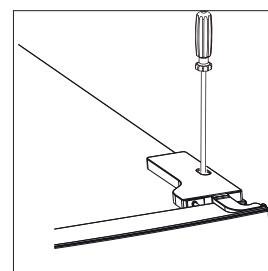
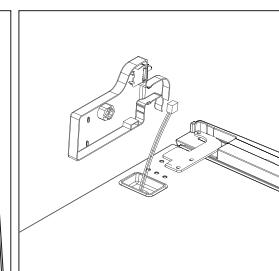
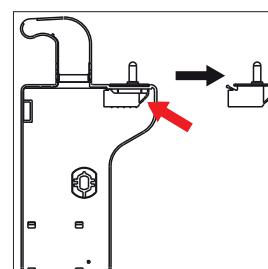

Abb. 1
Abb. 2
Abb. 3
- ▶ Drehen Sie die Halterungsschraube der Scharnierabdeckung (1) mit einem Kreuzschlitzschraubendreher heraus (Abb. 1) und ziehen Sie die Abdeckung wenige Zentimeter ab (Abb. 2).
- ▶ Drücken Sie dann die Entriegelung am Kabelstecker und ziehen Sie ihn gleichzeitig aus der Buchse an der Scharnierabdeckung (1).
- ▶ Entfernen Sie die Scharnierabdeckung (1) vollständig.
- ▶ Drücken Sie die markierte Lasche am Türkontakt herunter, um den Türkontakt aus der Scharnierabdeckung (1) entfernen zu können (Abb. 3).